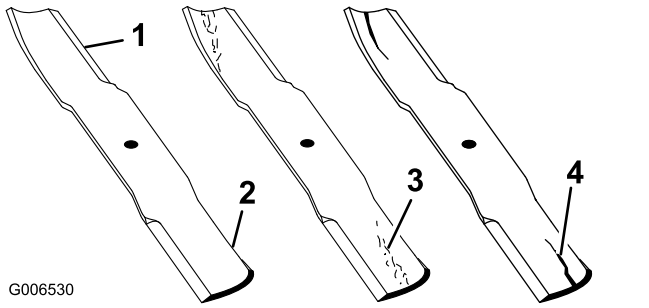

Figura 44
1. Inspeccione los filos de corte (Figura 44).
- Inspeccione las cuchillas, especialmente la parte curva (Figura 44).
Nota: Si observa daños, desgaste o la formación de una ranura en esta zona (Figura 44, 3 y 4), instale inmediatamente una cuchilla nueva.